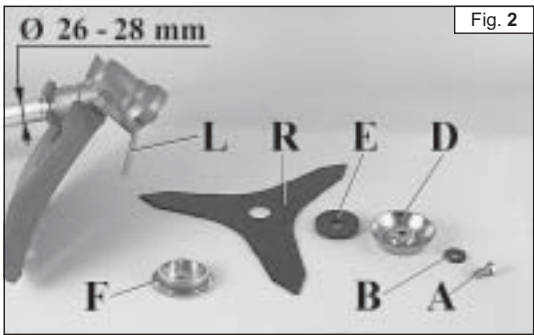

Fig. 2
**MONTAGGIO DISCO (Fig. 2)**
Montare la flangia inferiore (E), la coppa (D), la rondella (B) ed avvitare il bullone (A) in senso antiorario. Inserire il perno in dotazione (L), nell'apposito foro (Fig. 2) per bloccare il disco e permettere il serraggio del bullone (A, Fig. 2) a **2.5 kgm (25 Nm)**.
**MONTAGE DU DISQUE (Fig. 2)**
Enfilez le goujon en dotation (L) dans le trou approprié (Fig. 2) pour pouvoir bloquer le disque et serrer le boulon (A, Fig. 2) à **2.5 kgm (25 Nm)**.
**FITTING THE DISK (Fig. 2)**
Put the pin provided (L) in the appropriate hole (Fig. 2) to block the blade and allow the bolt (A, Fig. 2) to be tightened to **2.5 kgm (25 Nm)**.
**MONTAGE DES SCHNEIDBLATTS (Abb. 2)**
Um die Schraube (A) (**2.5 kgm/25 Nm**) festzuziehen (Abb. 2), den bei liegenden Stift (L) in die vorgesehene Bohrung (Abb. 2) einsetzen.